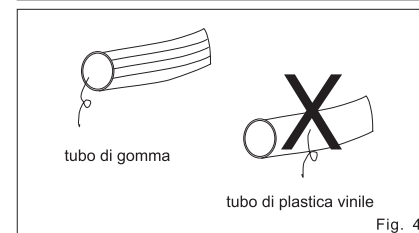

Fig. 4
• Utilizzare solo un tubo di gomma, speciale per apparecchi a gas. L'uso di un tubo di plastica può essere pericoloso (Fig. 4).